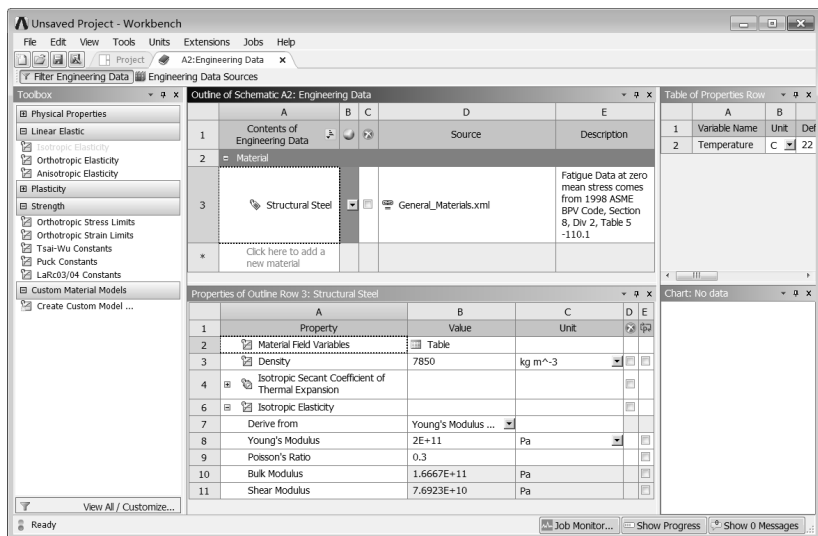

图 13-48 材料参数设置界面 (1)
Step1 : 双击项目 B 中的 B2 Engineering Data 选项 , 进入如图 13-48 所示的材料参数设置界面。在该界面下即可进行材料参数设置。